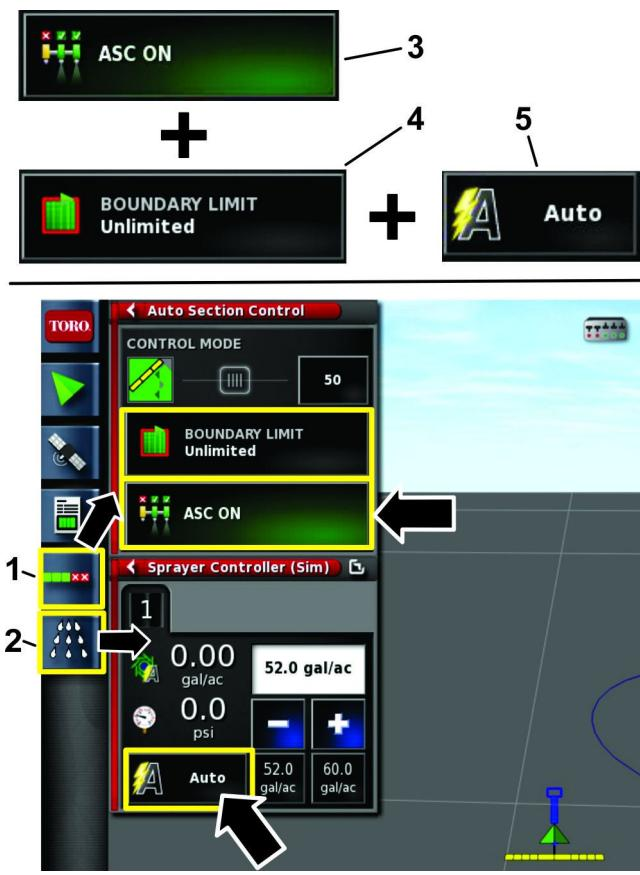

Figura 112
- Premete l'icona CONFIGURAZIONE DEL CONTROLLO AUTOMATICO DELLE SEZIONI e l'icona CONTROLLER DELL'IRRORATRICE (Figura 112).
- Premete l'icona ASC in posizione di ACCENSIONE, impostate il limite dei confini sulla posizione ILLIMITATO e impostate il controllo del volume sulla posizione AUTO (Figura 112).